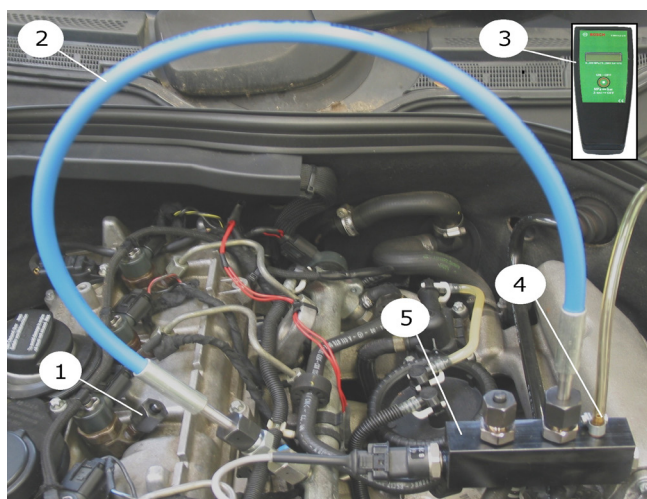

Abb. 15: Exemple de raccordement Capteur de pression sur rail
! Pour des raisons de sécurité, si une soupape de limitation de la pression est montée dans le capteur de pression (fig. 15, pos. 5), la pression est limitée à 180 MPa. Raccorder impérativement le flexible fourni au raccord (fig. 15, pos. 4) du capteur de pression
3. Fermer le raccord haute pression de l'injecteur (fig. 15, pos. 1) avec un cache de protection (voir liste des pièces de rechange Bosch ESI[tronic]).
4. Raccorder le flexible 180 MPa (fig. 15, pos. 2) avec un adaptateur de raccordement, une équerre, un écrou et une bague de pression (filetage à gauche) sur le rail.
7. Raccorder la conduite de raccordement à l'appareil d'affichage de la pression (fig. 15, pos. 3) et le capteur de pression sur rail du capteur de pression.